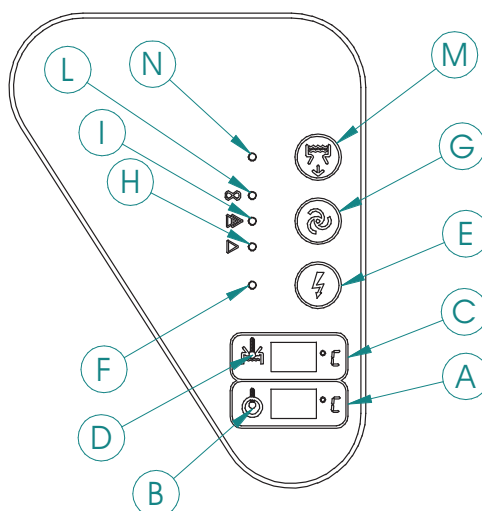

Figura 1
Con riferimento alla figura 1, l'accensione della macchina avviene premendo l'interruttore generale (E) ed è segnalata dalla contemporanea accensione della spia (F).
- Quando si preme l'interruttore di scarico (**M**) di figura 1. In questo caso si deve aver preventivamente tolto il troppopieno dalla sua posizione per consentire il completo svuotamento